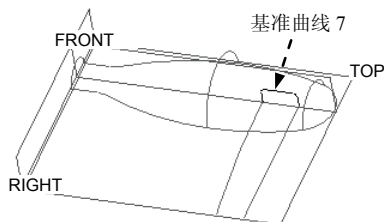
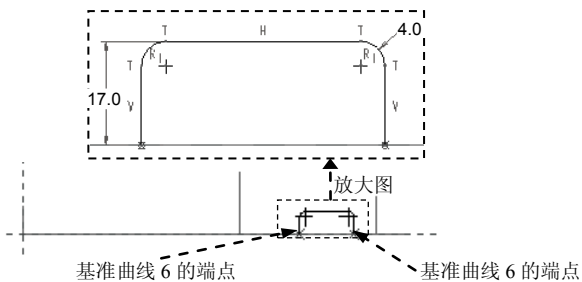

图 6.7.23 创建基准曲线 7
图 6.7.24 截面草图
Step14. 创建图 6.7.23 所示的基准曲线 7。
(1) 单击“草绘基准曲线”按钮.
(2) 定义草绘截面放置属性：设置 FRONT 基准平面为草绘平面；采用默认的草绘视图方向；RIGHT 基准平面为草绘平面的参照，方向为 **右**；单击 **草绘** 按钮。
(3) 接受默认草绘参照, 再选取基准曲线 6 的端点为草绘参照, 然后绘制图 6.7.24 所示的截面草图, 完成后单击  按钮。